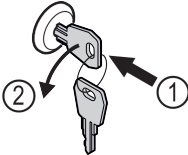

Fig. 185
- ▶ 按入钥匙。 Fig. 185 (1)
- ▶ 将钥匙逆时针转动 90°。 Fig. 185 (2)